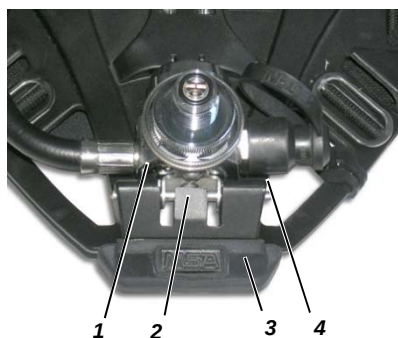
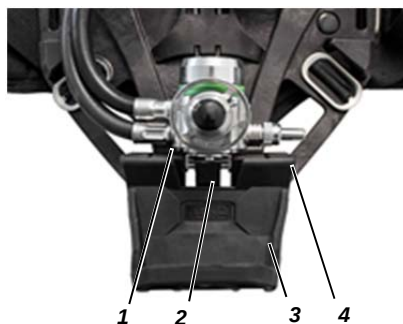

Bild 26 Reduceringsventil med stötskydd
Bild 27 Reduceringsventil med stötskydd och ventilskydd
- (9) Tryck ut tappen ur hållaren på reduceringsventilen (→ Bild 26 och Bild 27).
- (10) Ta bort reduceringsventilen från ryggplattan, tryck inte upp stoppfjädern.
- (11) Rengör ryggplattan med flaskkremmen i max. 60 °C.
- (12) Rengör bärselen i lämplig tvättmaskin i max. 60°C.
- (13) Rengör helst slangar, reduceringsventil och manometer för hand.